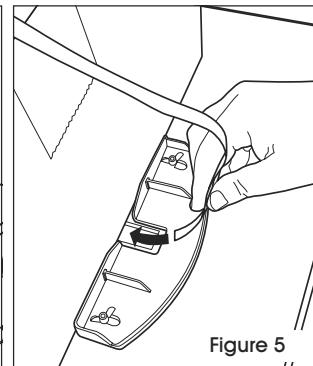

Figure 5
- Passez le feuillard autour du paquet et insérez l'extrémité du feuillard dans l'entrée pour commencer la mise sous tension du feuillard et le cycle de thermoscellage. (Voir Figure 5)
Le feuillard ne se distribue pas plus loin que le guide d'alimentation.	<ol style="list-style-type: none"> <li>1. Assurez-vous que la tension n'est pas réglée à un niveau trop bas.</li> <li>2. Assurez-vous que le feuillard est installé correctement et qu'il se trouve au-dessus du rouleau du levier de frein.</li> <li>3. Assurez-vous que le bouton de longueur n'est pas tourné complètement vers le bas.</li> <li>4. Si le feuillard ne se distribue toujours pas automatiquement :             <ol style="list-style-type: none"> <li>a. Alimentez manuellement le feuillard jusqu'à ce qu'il passe à travers et à l'extérieur de la porte supérieure.</li> <li>b. Si vous ne pouvez pas passer le feuillard à travers la porte supérieure, soit la sortie du feuillard est trop serrée, soit l'obstruction est sous l'ensemble du rouleau.</li> </ol> </li> <li>5. Si vous utilisez un feuillard de 13 mm (1/2 po), le guide de sortie devrait ressembler à celui de la Figure 5. Pour un feuillard plus étroit, appuyez sur le feuillard jusqu'à ce qu'il ait très peu de mouvement latéral, mais qu'il puisse se déplacer librement dans le guide.</li> <li>6. Si le problème n'est pas lié à la sortie du feuillard, le guide de feuillard devra être démonté.             <ol style="list-style-type: none"> <li>a. Retirez les boulons à tête creuse, desserrez la vis de réglage et délogez la goupille. (Voir Figure 6)</li> <li>b. Soulevez le support d'arbre et nettoyez le guide.</li> <li>c. Réinstallez la goupille, serrez la vis de réglage et installez les boulons à tête creuse.</li> </ol> </li> </ol>